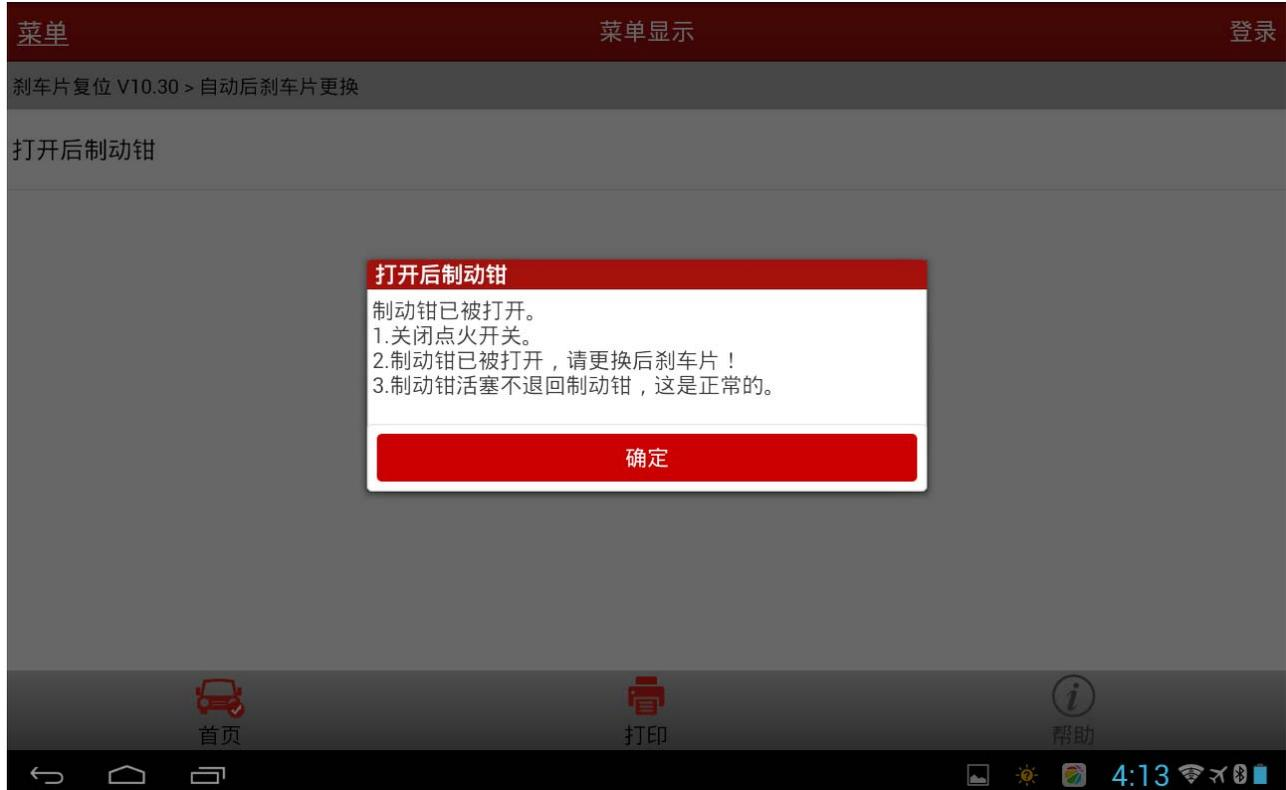

图 13
14). 大约等待 30 秒后，提示制动钳已被打开，如图 13；